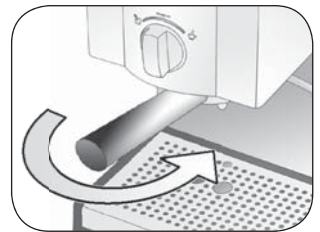

Abb. 10
- 4 Den Filterhalter von links nach rechts drehen, dabei feststellen, dass er an der Flansche richtig einhakt (Abb. 10). Den Filterhalter gut schließen.
- 4 Den Filterhalter in seinen Sitz einsetzen. Dabei sicherstellen, dass er gut an der Flansch eingehakt ist (Abb. 10).